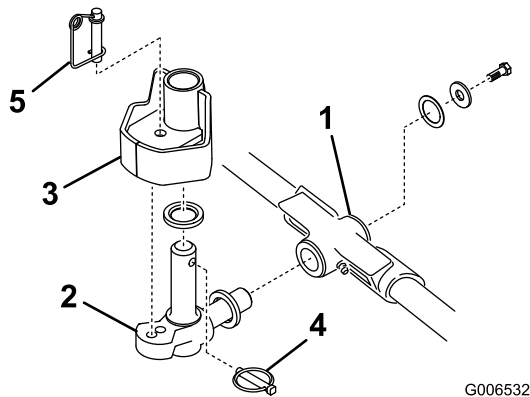

Figura 18
1. Introduzca una arandela de empuje en el eje horizontal del nudo del pivote tal y como muestra Figura 18.
2. Introduzca el eje horizontal del pivote en el tubo de montaje del bastidor de tiro (Figura 18).
3. Fije el pivote al bastidor de tiro con una arandela de empuje, una arandela plana y un tornillo de caperuza con arandela prensada (Figura 18).
4. Introduzca una arandela de empuje en el eje vertical del pivote (Figura 18).
5. Si no está ya instalado, introduzca el eje vertical del pivote en el buje de pivote del brazo de elevación (Figura 18). Guíe el pivote a su lugar entre las dos piezas de goma de centrado del lado inferior de la chapa de dirección del brazo de elevación.
6. Introduzca el pasador de seguridad en el taladro transversal del eje del nudo del pivote (Figura 18).
Nota: Si se requiere fijar la posición de la unidad de corte, introduzca el pasador de bloqueo de la dirección en el taladro de montaje del pivote (Figura 18).
11. Enganche el alambre del muelle alrededor de la parte inferior del pasador de bloqueo de la dirección (Figura 18).